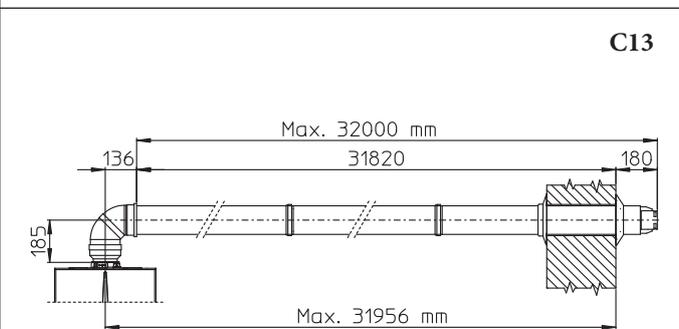

Fig. 1-18
- Prolunghe per kit orizzontale Ø 80/125 (Fig. 1-18). Il kit con questa configurazione può essere prolungato fino a una *misura max. di 32 m*, compreso il terminale grigliato ed esclusa la curva concentrica in uscita dalla caldaia. In presenza di componenti aggiuntivi è necessario sottrarre la lunghezza equivalente alla misura massima ammessa. In questi casi è necessario richiedere le apposite prolunghe.